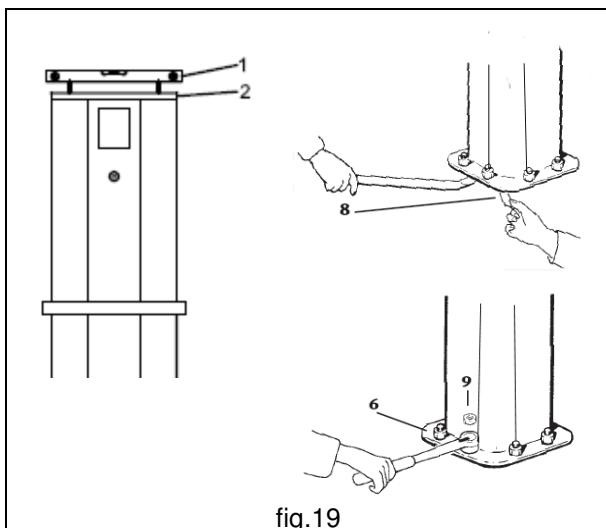

fig.19
5. Vérifier la verticalité de l'axe de rotation à l'aide d'un niveau **1** qui doit être posé sur le support de la colonne **2**. Le parfait aplomb de la colonne est obtenue en ajoutant des épaisseurs **8** correctement sous la plaque de base (fig.19).
7. Assurer ensuite les écrous contre le dévissage con les relatifs contre-écrous **9** (fig.19).